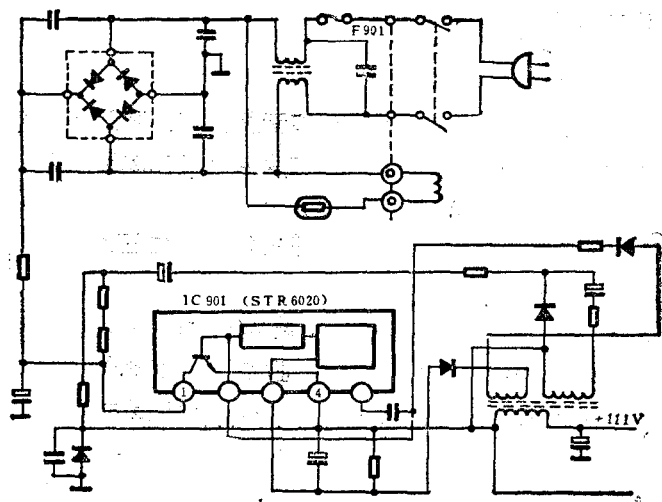

图 1-5
检查电源电路。检查电源保险管F901正常,说明机内电源电路无短路故障。将+111V电源主要负载电路行输出级和伴音电路断开,并在+111V输出电压端接上一只60W220V灯泡做假负载。开机后测量+111V处电压为134V,说明稳压电路有故障。该机稳压电路的主要元件是IC901(STR6020)。首先应检查STR6020是否损坏,测量STR6020(见图1-5)的第①脚与第④脚之间的正反向电阻均为0 Ω ,说明STR6020已经损坏。更换一块新STR6020后,再测量+111V输出端电压恢复正常,说明是STR6020损坏引起的故障。